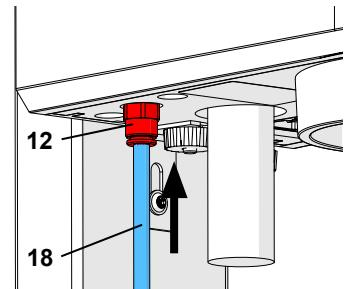

Fig. 5-a
**!** Ved tidligere apparater er indgangsfilteret (13) placeret uden for apparatet (fig. 5-b). Skub i disse tilfælden trykluftslangen (18) ind i indgangsfilteret (13). I den forbindelse skal man kunne mærke en let modstand.